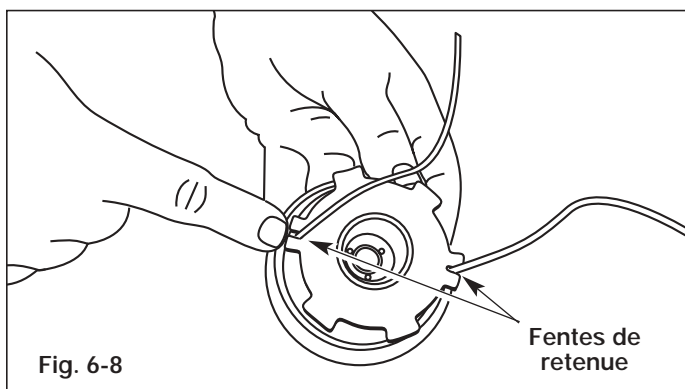

Fig. 6-8
12. Insérez les extrémités du fil dans les deux fentes de retenue (Fig. 6-8).